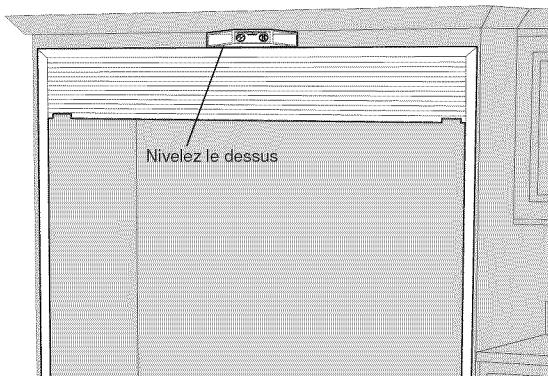

Figure 7
- En vous assurant que le cadre repose bien sur la surface avant des armoires, insérez avec précaution une vis de montage (M) dans le trou central de la garniture supérieure (A). **NE SERREZ PAS TOUT DE SUITE**.
- Mettez de niveau la partie supérieure du cadre de garniture en utilisant un niveau de charpentier. Reportez-vous à la figure 7.